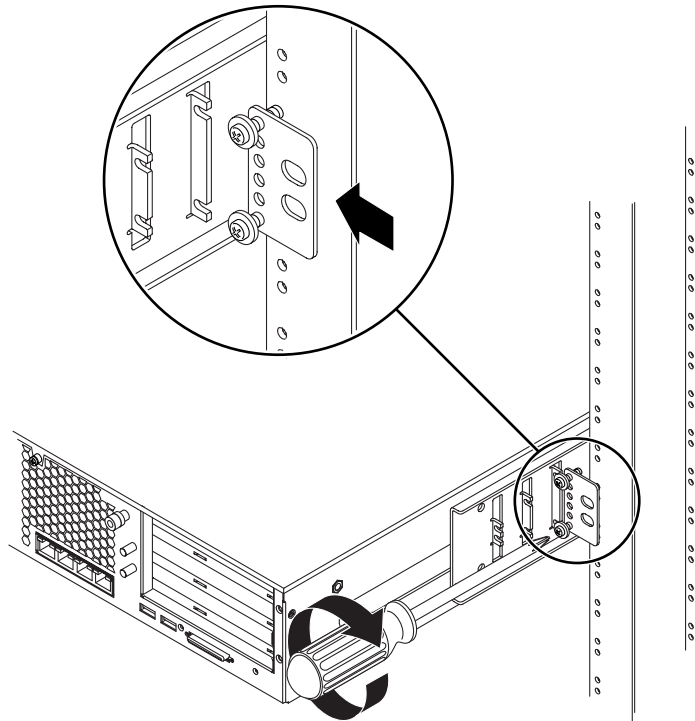

FIGURA 3-34 Instalación de la placa trasera en el soporte lateral
- b. Deslice la placa trasera hacia adentro de manera que los tornillos encajen en una de las aberturas; las cabezas de los tornillos deben encarar la parte posterior del servidor y el otro lado de la placa trasera ha de quedar enfrente al poste del bastidor (FIGURA 3-34).
- c. Apriete los tornillos para fijar la placa trasera en el conjunto de aberturas del soporte lateral (FIGURA 3-34).